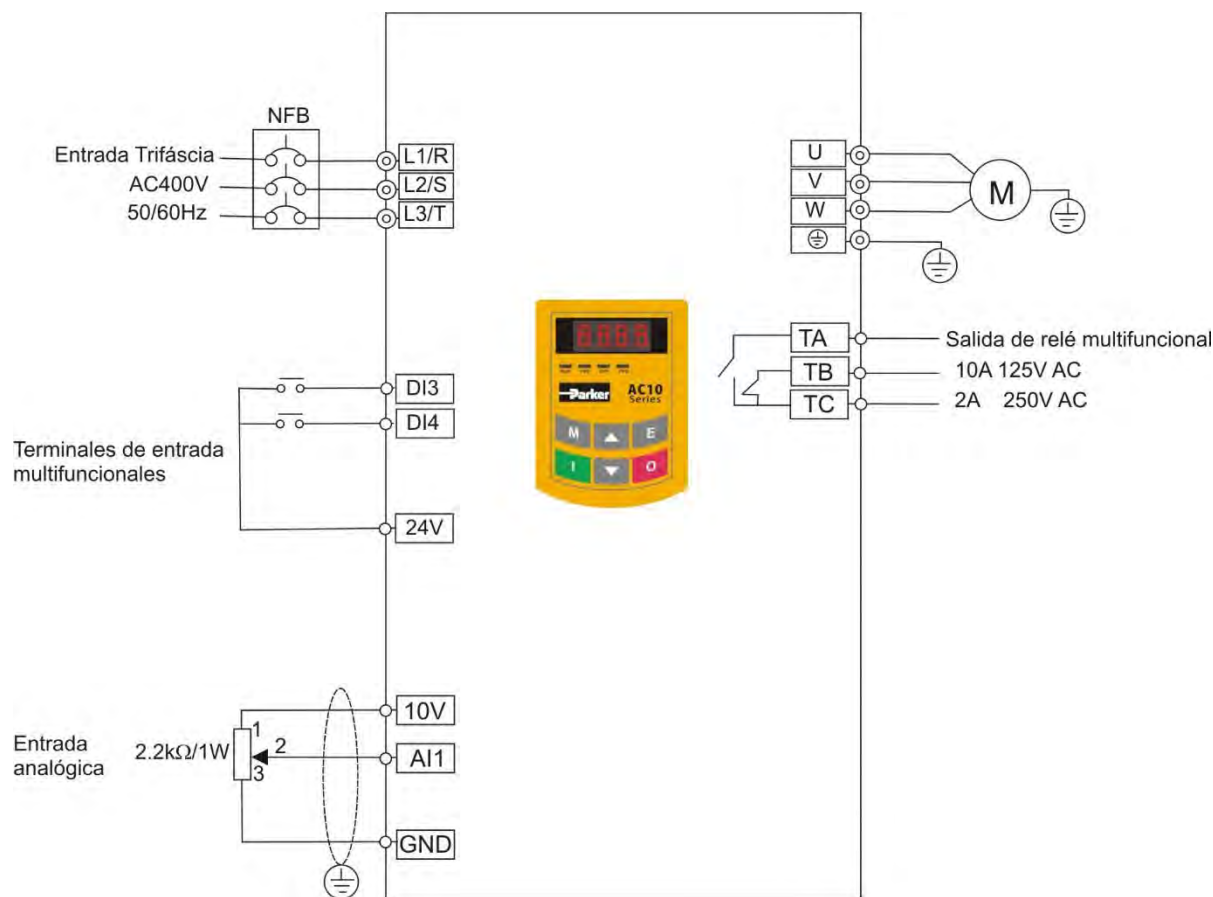

Figura 8-3 Diagrama de cableado 3
- i. Conecte los cables según la **Figura 8-3**. Después de comprobar que la conexión es correcta, encienda la alimentación y el inversor. Nota: Debe utilizarse un potenciómetro de 2 K~5 K para el ajuste de las señales analógicas externas. En los casos en que sea necesaria una mayor precisión, se recomienda utilizar un potenciómetro múltiple preciso y un cable blindado para la conexión de los cables, con el extremo de la capa de blindaje conectado a tierra de forma fiable.